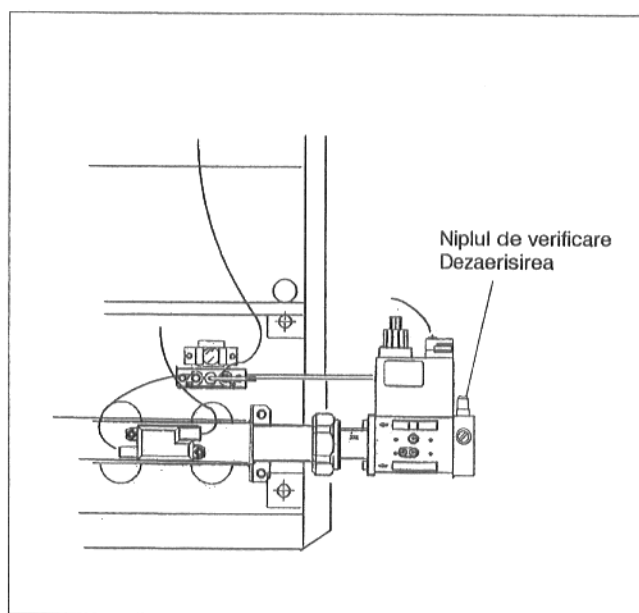

Fig. 1
- Racordul de gaz se va realiza conform regulilor tehnice ale unității de aprovizionare cu gaz (Tabelul 1 respectiv Fig. 1). Conducta de gaz se va lega fără curent electric la racordul pentru gaze.
- Se desfac șuruburile de închidere ale niplului de verificare pentru dezaerisire (Fig. 1).